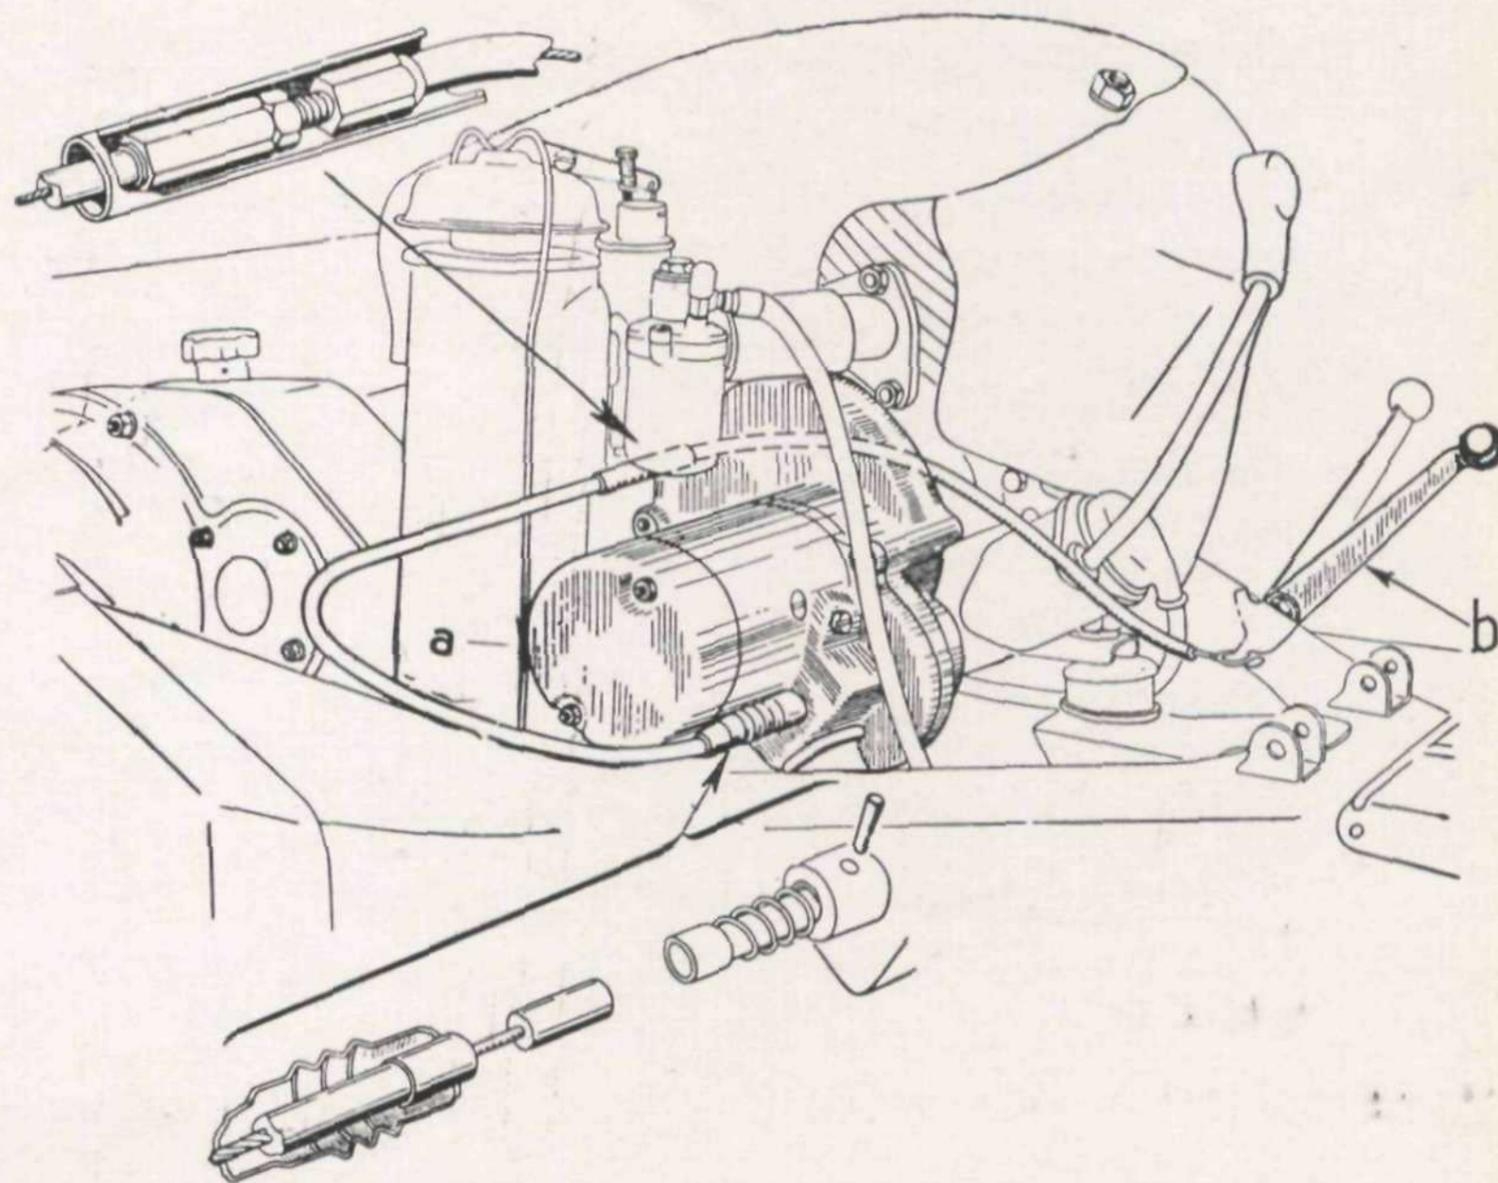

Fig. 24 - Applicazione dispositivo elettrico d'avviamento
**Dispositivo elettrico d'avviamento** (fig. 24): può essere installato uno speciale gruppo di avviamento elettrico (con batteria di maggiore capacità, 23 Ah, motore elettrico d'avviamento, presa di movimento in corrispondenza del boccolo della frizione, ecc.) comandabile con leva applicata sul telaio alla sinistra del pilota.